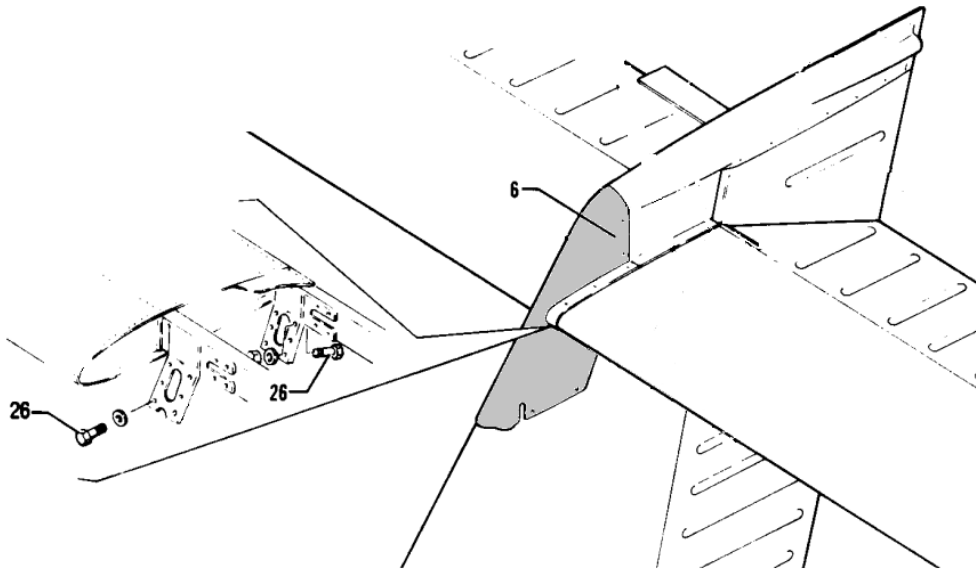

Figura 1 – Tail Surfaces Installation (dorsal fin forward fairing)
- a. ***“Remove the dorsal fin forward fairing P/N 77606-03:*** Esta parte no es confusa, requiere remover el carenado resaltado en la Figura 1 a fin de tener acceso a la parte a inspeccionar.